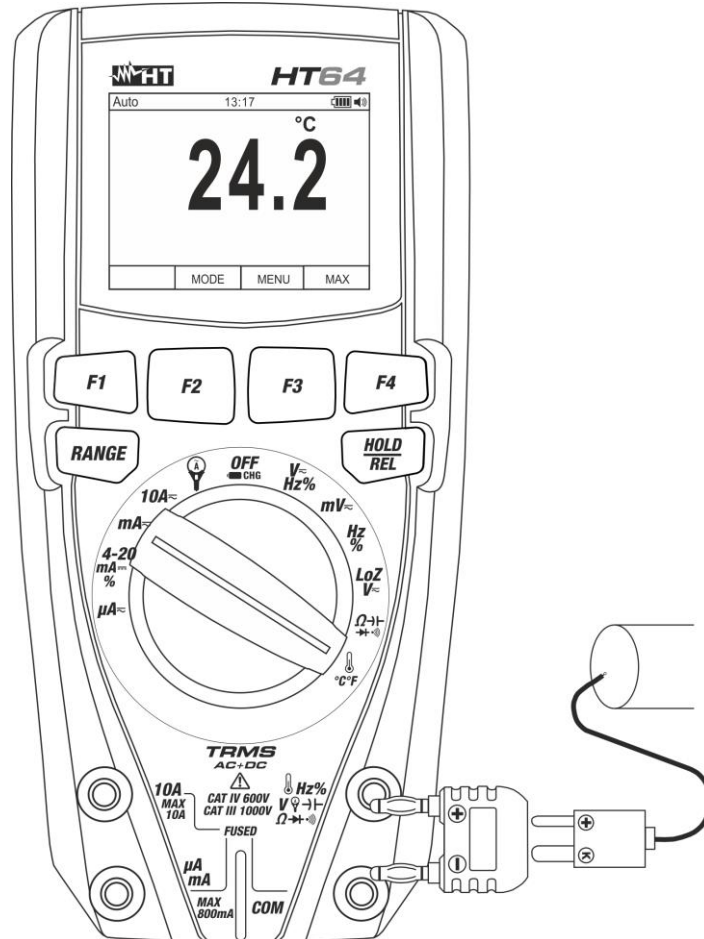

Abb. 29: Verwendung des Gerätes für Temperaturmessung
3. Stecken Sie den mitgelieferten Adapter in die Eingangsbuchsen Hz% V → I Ω → (Polarität +) und **COM** (Polarität -) (siehe Abb. 29).